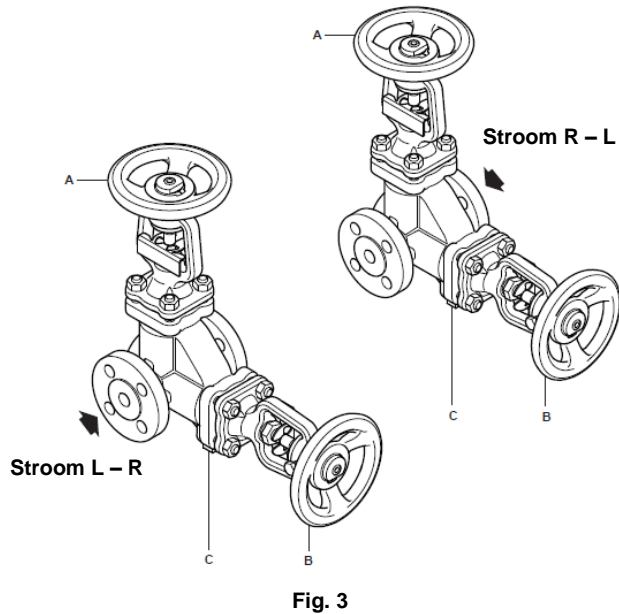

Fig. 3
- 5.4. Een Integriteitstest moet uitgevoerd worden voor ieder dubbele afsluiting van het systeem. Zie Fig. 3 en onderstaande tabel voor een correcte uitvoering.
- 5.5. Alvorens werkzaamheden uit te voeren stroomafwaarts van de afsluiter, dienen beide handwielen dichtgedraaid te worden. Zie Fig. 3 en onderstaande tabel voor de correcte bedieningssequentie van de handwielen. Wanneer handwielen A en B gesloten zijn en aflaatafsluiter C open is, zal u een initiële aflaat waarnemen terwijl de klep druk aflaat. Indien na deze korte periode nog afvoer zichtbaar is, consulteer Spirax Sarco. **Nota:** Handwielen moeten steeds traag geopend worden om systeemshock te vermijden.